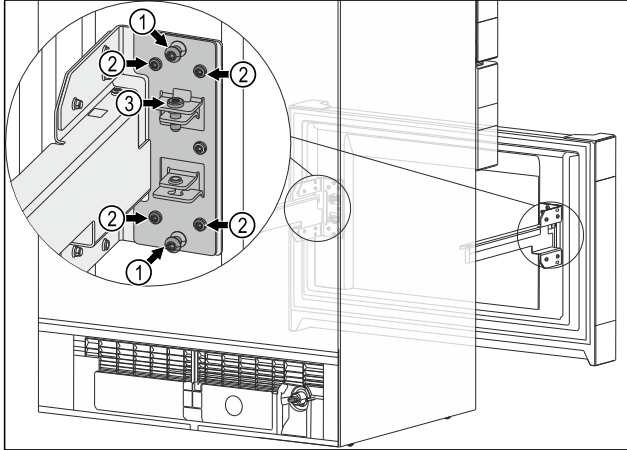

Fig. 13
- ▶ Beide middelste schroeven Fig. 13 (1) verwijderen.
- ▶ Alle vier schroeven Fig. 13 (2) losdraaien.
- ▶ Eindpositie van de uittrekwagen is bereikt: Alle vier schroeven Fig. 13 (2) vastdraaien.
- ▶ U heeft de middelste schroeven Fig. 13 (1) niet meer nodig.